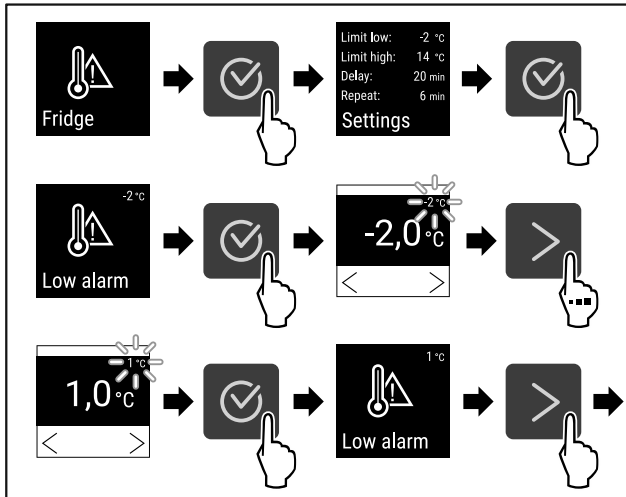

Fig. 126
- ▶ Провести етапи операцій (див. Fig. 126) .